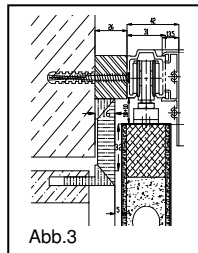

Abb.3
- Bei Montage in Verbindung mit Durchgangszargen (Abb.3) ist zuerst die Montage der Zarge vorzunehmen.
In Verbindung mit KONOLD - Durchgangszargen liegt die Montageleiste auf der Bekleidung auf (Abb.3 o. 4.).